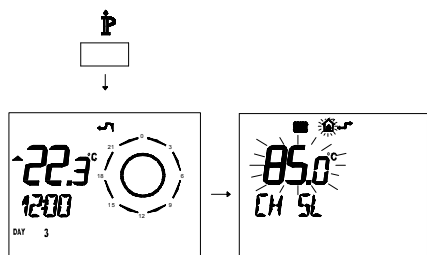

Figura 5.41
- Premere per più di 3 secondi il pulsante **IP** per entrare in modalità **INFO** (Figura 5.41).